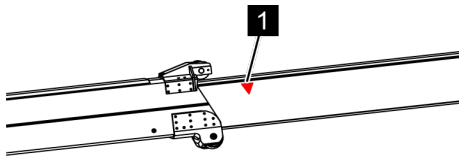

Fig. 131: Flèche rouge
- Rentrer toujours d'abord le bras télescopique jusqu'à ce que les flèches rouges (Voir la Fig. 131/1) sur les vérins ne soient plus visibles.